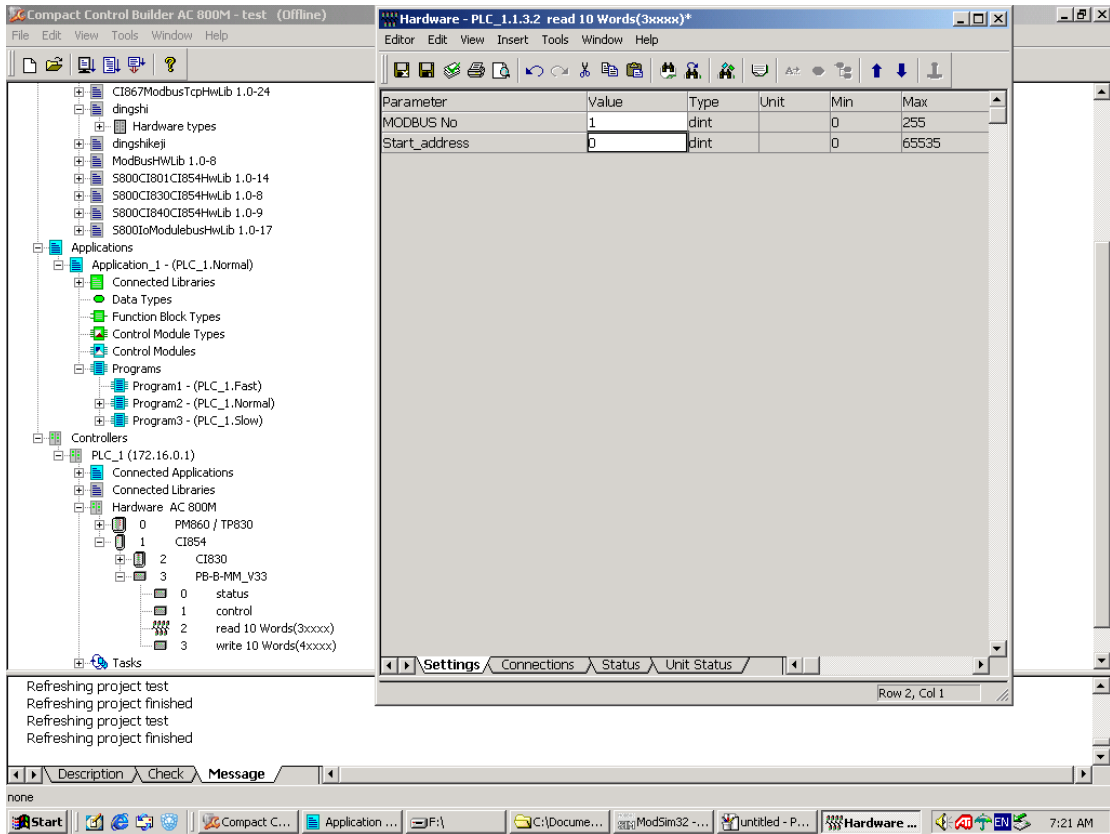

图 2-3
3、设置 modbus 的从站地址和起始地址，这里 read 10 words(3xxxx)对应的从站地址为 1 起始地址为 0，write 10 words(4xxxx)对应的从站地址为 2 起始地址为 0。如图 2-3、2-4 所示选中相应插槽，右键点 editor，选择 setting 项进行设置。